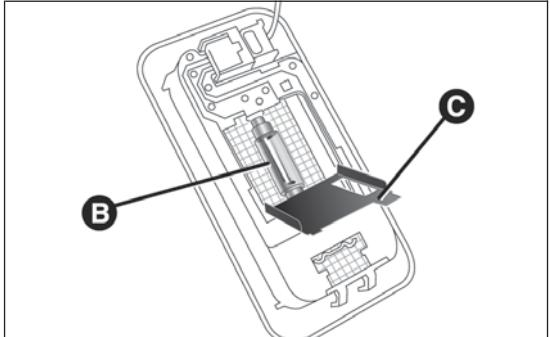

fig. 195
- aprire lo sportellino C fig. 195 e sostituire la lampada B, svincolandola dai contatti laterali;